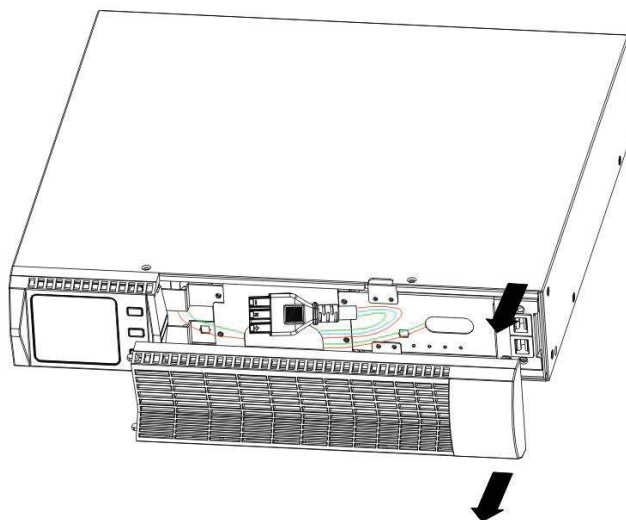

FIG.11 Rimuovere la copertura frontale EBP
2. Sul fondo della copertura frontale UPS, rimuovere il copri fessura per cavo EBP (vedi Fig. 11).